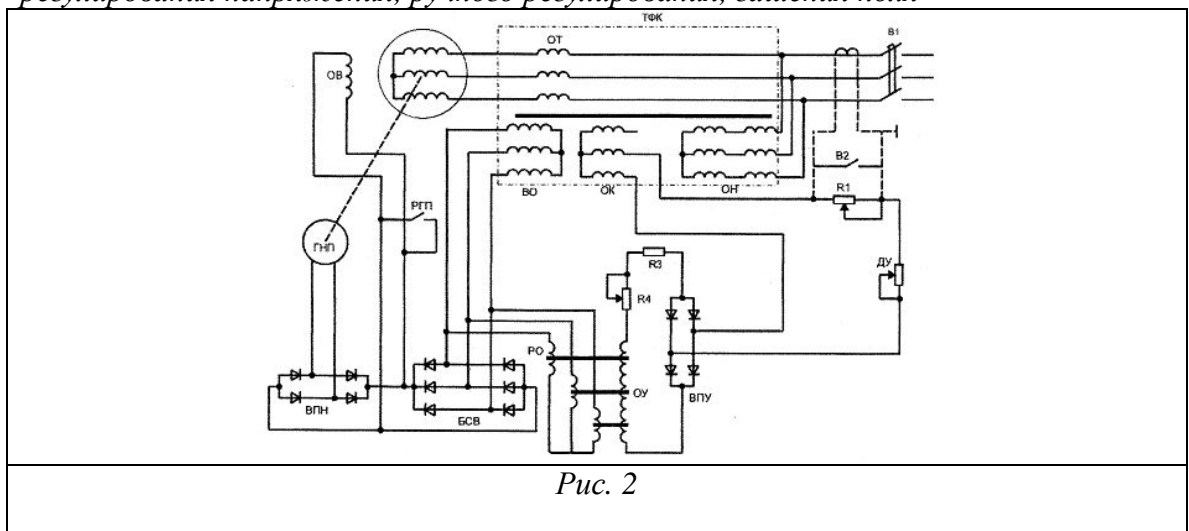

Рис. 2
2. Указать элементы и принцип работы судового генератора (рис.2), объяснить работу системы начального подмагничивания, системы АФК, автоматического регулирования напряжения, ручного регулирования, гашения поля